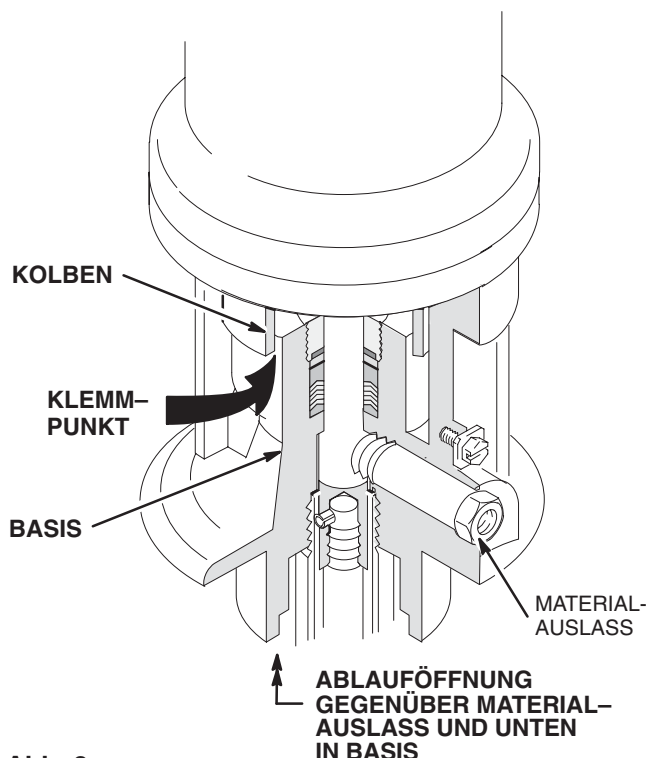

Abb. 3
Hände und Finger vom sich bewegenden Kolben fern halten. Wenn sich der Kolben in die Pumpenbasis bewegt, kann er Finger amputieren oder Werkzeuge zerbrechen, die zwischen die beweglichen Teile geraten. Achten Sie auf den Klemmpunkt in Abb. 3. Um das Amputationsrisiko zu verringern, müssen Luftdruck und Materialdruck komplett abgelassen worden sein, bevor an Kolben oder Packungsmutter Einstellarbeiten vorgenommen werden.
3. Kontrollieren Sie, ob der Druckluftmotorkolben am oberen Hubende steht. Falls nicht, **lesen Sie zuerst den Warnhinweis oben. Dann (während die Finger von sich bewegenden Teilen fern gehalten werden) Luft mit sehr niedrigem Druck auf den Lufteingang geben**, um den Kolben nach oben zu bewegen. Den Druckluftregler schließen und den Druckluftschlauch abnehmen. Siehe Abb. 3.